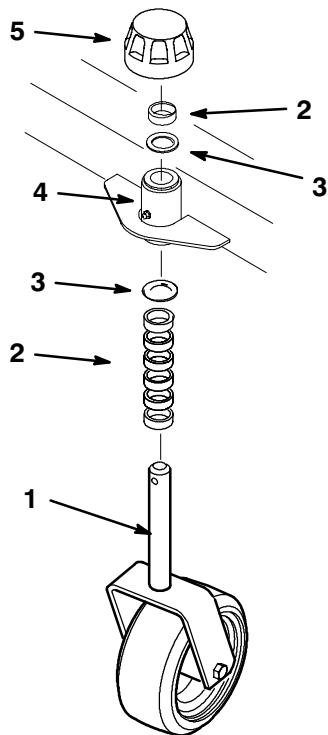

Abbildung 12
3. Die Kappe entfernen, mit der der Laufradzapfen am Rahmenbügel befestigt ist (Abb. 12).
4. Die gewünschte Anzahl Abstandsstücke zur Ober- bzw. Unterseite des Bügels verlegen (Abb. 12). Darauf achten, daß sich an beiden Laufrädern gleich viele Abstandsstücke befinden und daß an jeder Seite des Rahmenbügels eine Druckscheibe angebracht ist.
5. Die Kappe anbringen und den Besen herunterlassen (Abb. 12).